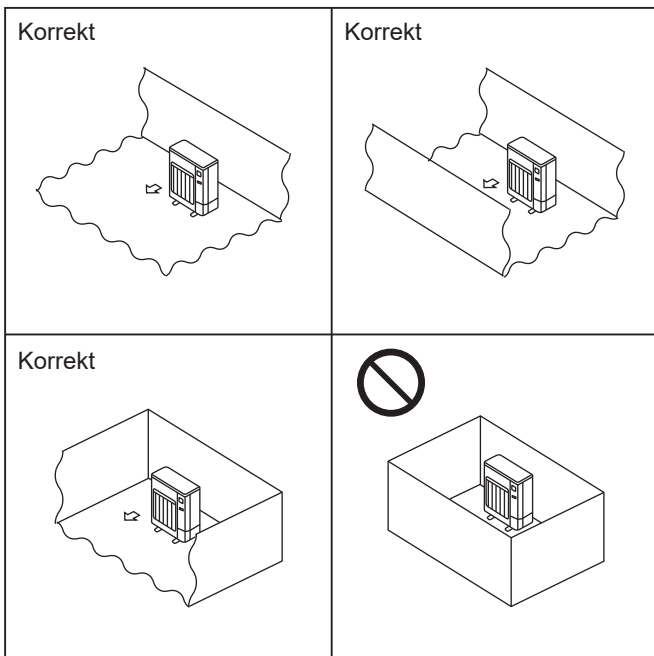

Fig. 2-1
- Installera utomhusenheter på en tillräckligt stor plats där minst en av de fyra sidorna är öppen och det inte finns några nedsänkningar. (Fig. 2-1)